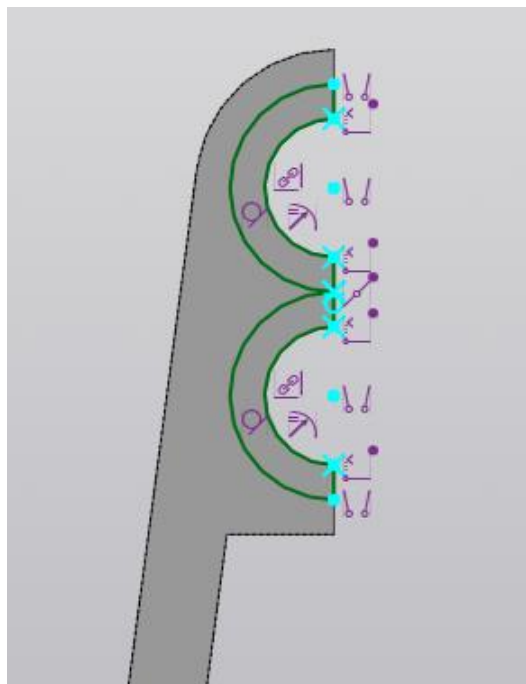

Рисунок 5 – Второй эскиз с усеченными кривыми
2.1 Командой «Усечь кривую» , обрежьте ненужные фрагменты эскиза (рис. 5).